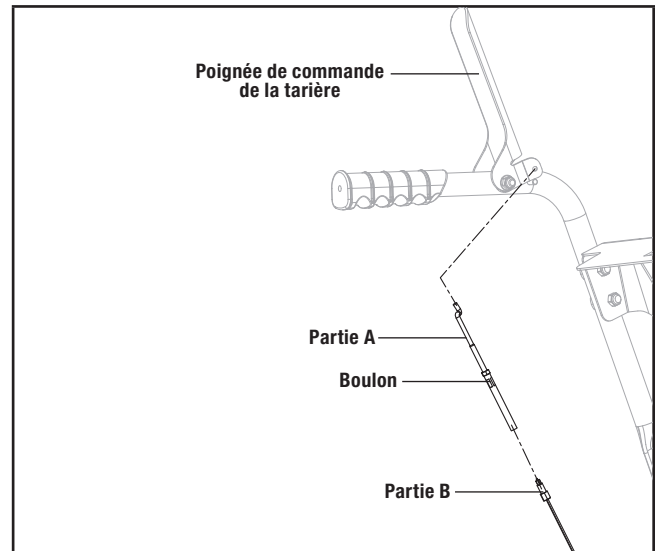

Figure 7
Pendant l'utilisation, si la tarière ou la poignée de commande de la conduite est trop lâche, vissez le boulon (figure 7) de la partie A pour obtenir le point de tension naturel du fil.
1. Le fil de commande de la tarière inclut la partie A et la partie B (figure 7).
2. Relevez la poignée de commande de la tarière à la position supérieure (figure 7).
3. Accrochez la partie A dans la poignée de commande de la tarière (figure 7).
4. Reliez la partie A et la partie B du fil de commande de la tarière pour obtenir le point de tension naturel du fil (figure 7).